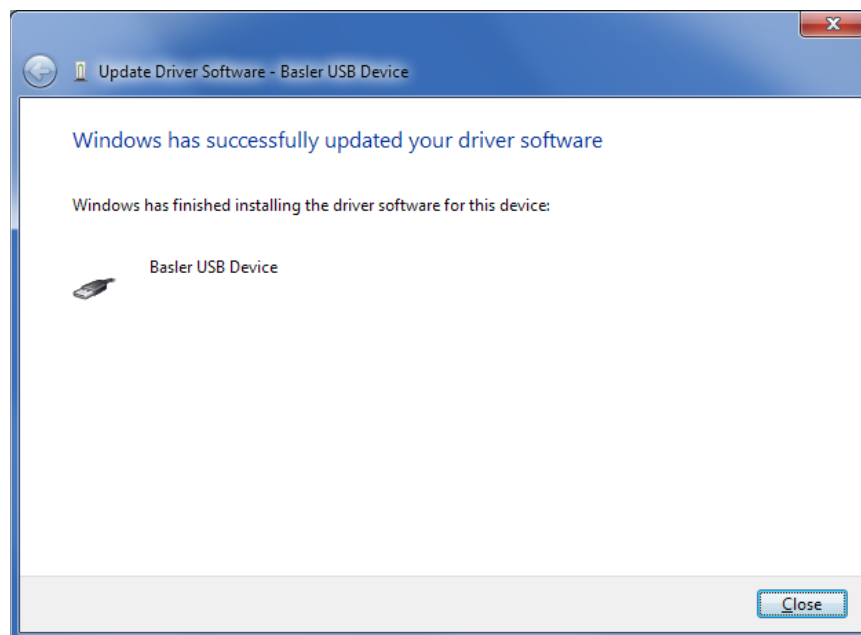

Abbildung 24-7. Aktualisierung der Treibersoftware erfolgreich
Schritt 7. Wenn die Treiberinstallation erfolgreich war, wird das Fenster in Abbildung 24-7 angezeigt.